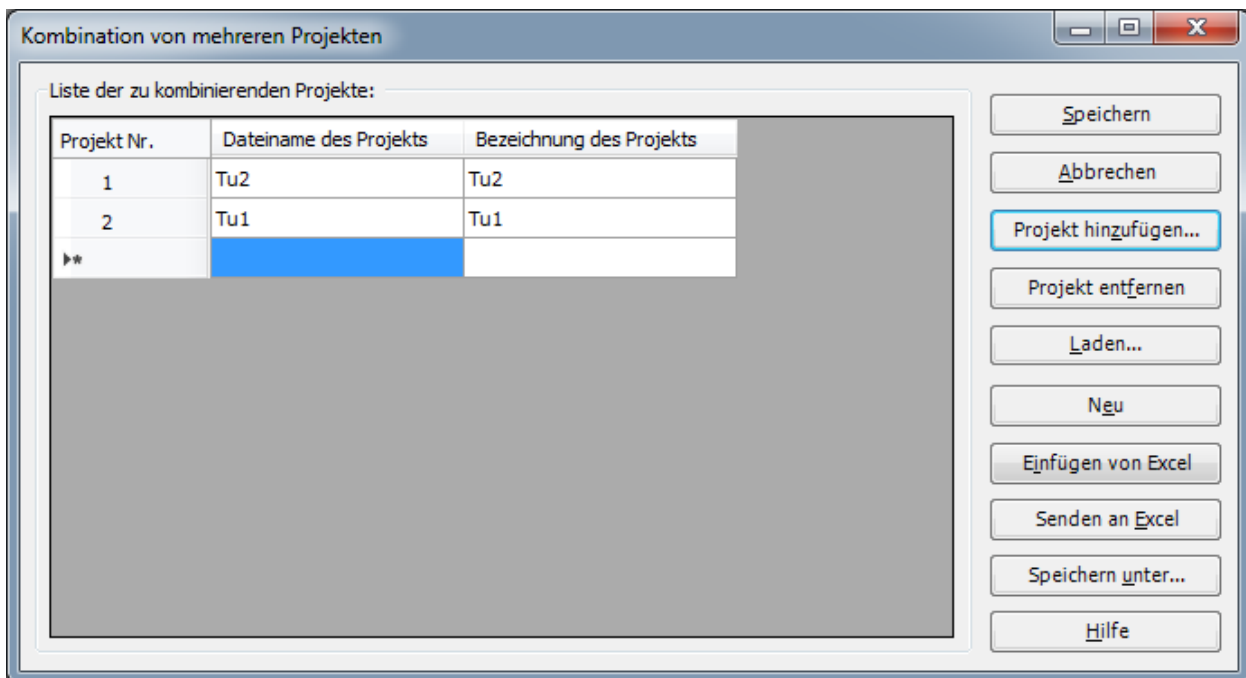

Bild 13.53 Listenfeld "Kombination von mehreren Projekten"
- Wählen Sie "Kombination von mehreren Projekten" aus dem "Mehrere Projekte"-Menü auf der Registerkarte "Ansicht". Das folgende Listenfeld im Bild 13.53 erscheint. *ELPLA* berücksichtigt automatisch das Projekt "Tu2" in der Liste der zu kombinierenden Projekte